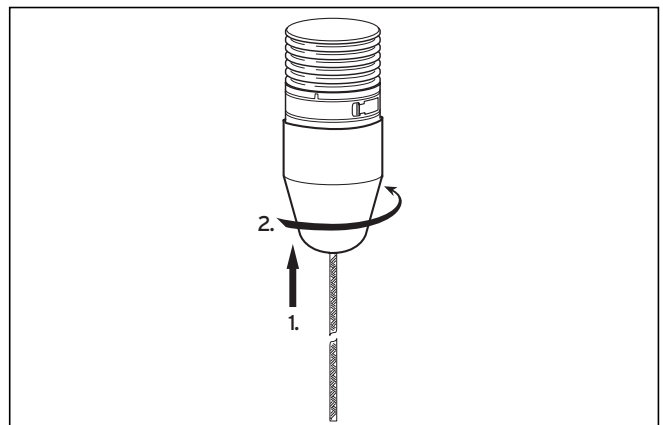

Abb. 4.57 Montagehilfe befestigen
- Befestigen Sie die Montagehilfe am Einsteckelement (→ **Abb. 4.57**). Versuchen Sie keinesfalls, die flexible Abgasleitung ohne die Montagehilfe durch den Schacht zu ziehen!